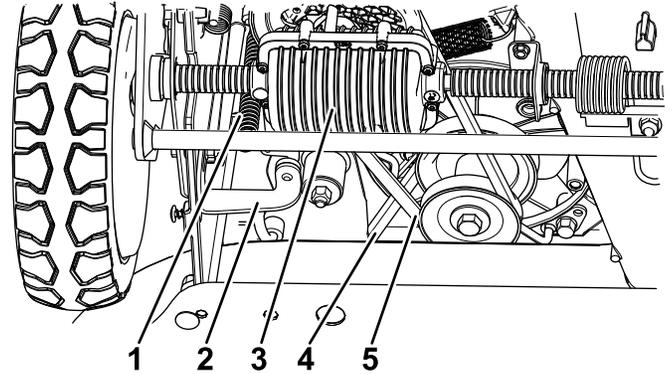

Figura 51
6. Desaperte o suporte e rode o suporte para a frente (Figura 51).